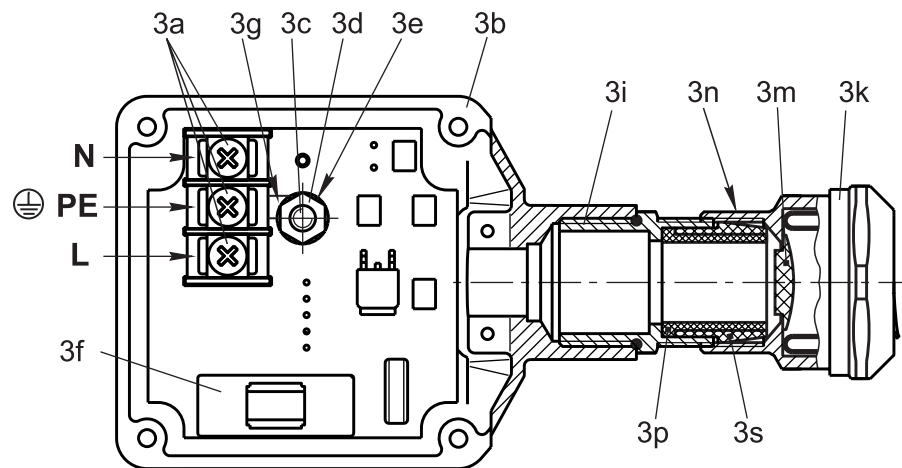

Рис. 4
4.3.3 На лицевой поверхности клеммной коробки открутите четыре винта крепления крышки. Снимите крышку клеммной коробки. Клеммная коробка со снятой крышкой показана на рис. 4.
4.3.13 Проведите обратную сборку узла кабельного ввода согласно рис. 4.